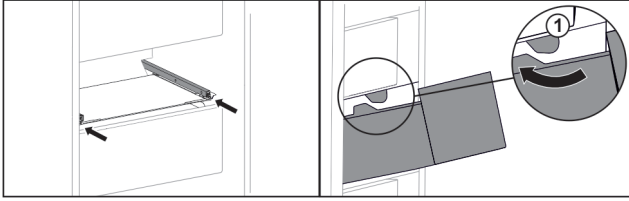

Fig. 136
- ▶ Guider le tiroir en contournant les butées Fig. 136 (1).